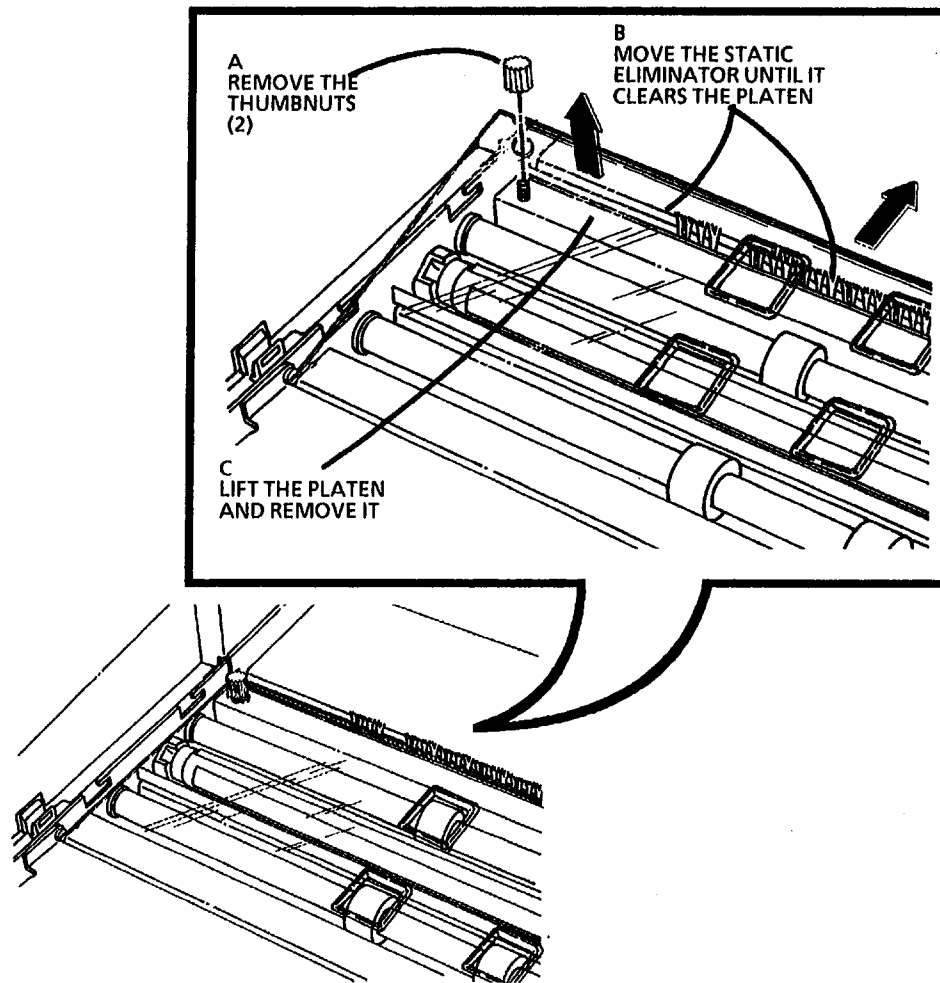

Figure 24. Remove the Platen
31. (Figure 24): Remove the platen.